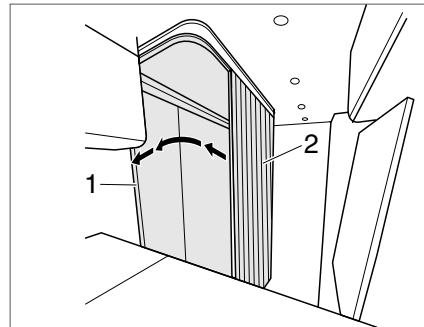

Bild 44 Duschromlo
- Duschromlo (Bild 44,2) in der Schiene entlang bis zum Anschlagprofil (Bild 44,1) aufziehen.